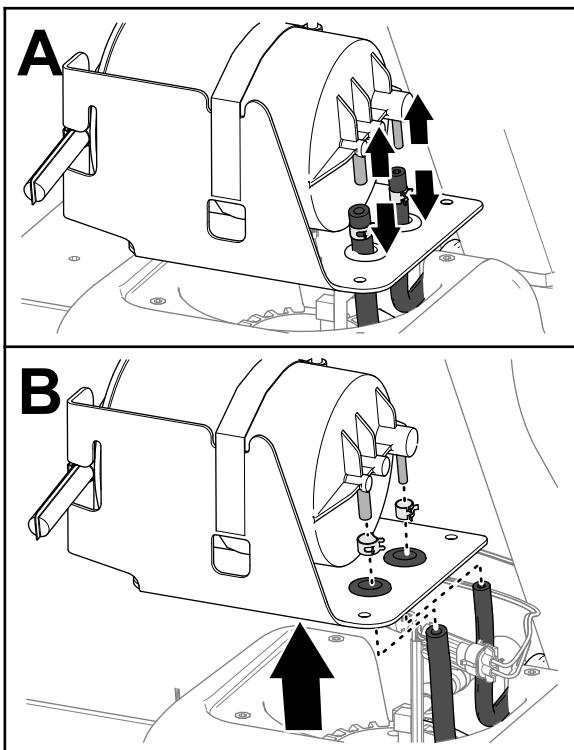

図 73
4. フィッティングからホースを外す図 73。
5. ホースからホースクランプを外す図 73。
6. カーボンキャニスタを燃料タンクから外す図 73。